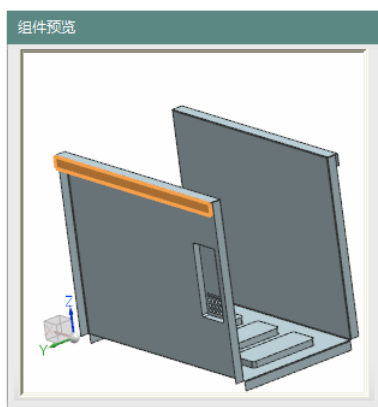

图 11-300 选择相配部件
(3) 在视图区选择相配部件和基础部件, 如图 11-300 和图 11-301 所示。单击  按钮。